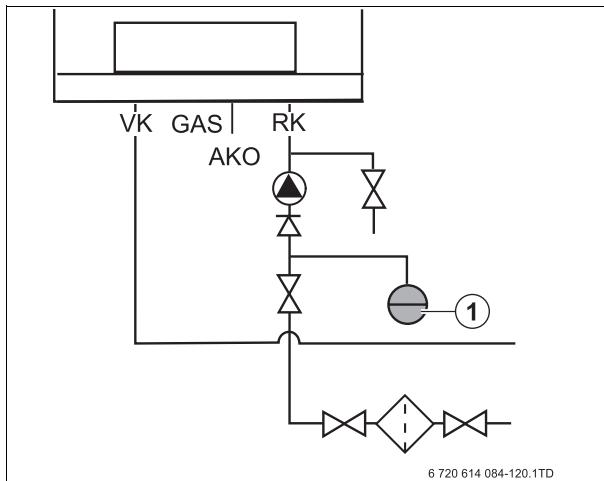

Fig. 17 Racord vas de expansiune fără butelie de egalizare
- Racordați vasul de expansiune [1] în returul aparatului (→ fig. 17).